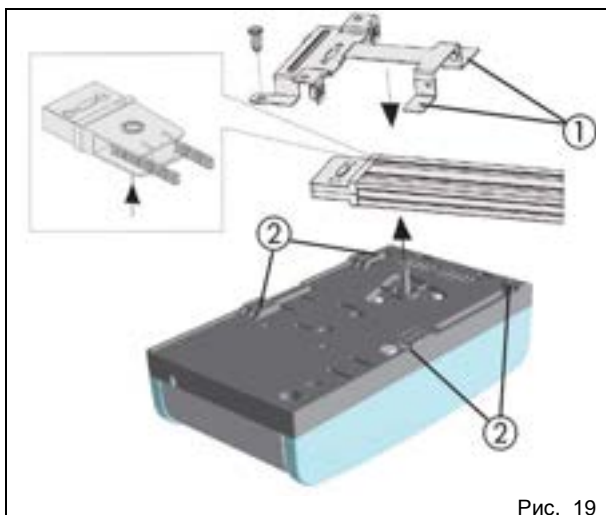
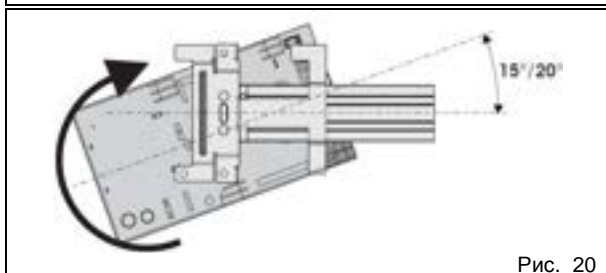
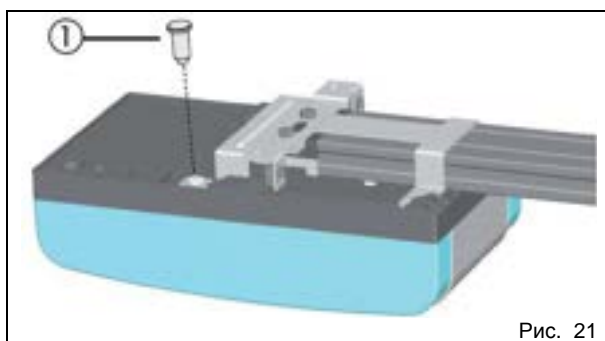

Рис. 19
Рис. 20
Рис. 21
- 1) Удерживая привод под наклоном $15/20^\circ$ (рис. 20), вал двигателя следует поставить в муфту на заднем креплении направляющего профиля, так чтобы выступы (рис. 19, поз. 1) находились у посадочных гнезд в днище корпуса привода (рис. 19, поз. 2).
- 2) Поворачивая привод в направлении, указанном на рис. 20, до положения, отображённого на рис. 21, и поставить штифт в отверстие в заднем креплении (рис. 21, поз. 1).